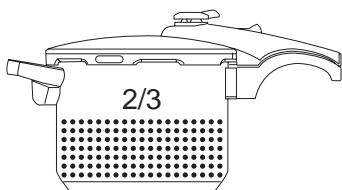

Fig.2b
- Cantidad de llenado: En el caso de alimentos que no se expandan, tales como carne o verduras, la cantidad de llenado no debe superar 2/3 del volumen de la olla (Fig. 2b). En el caso de alimentos que se expandan, tales como arroz o legumbres, no debe superar 1/3 del volumen de la olla